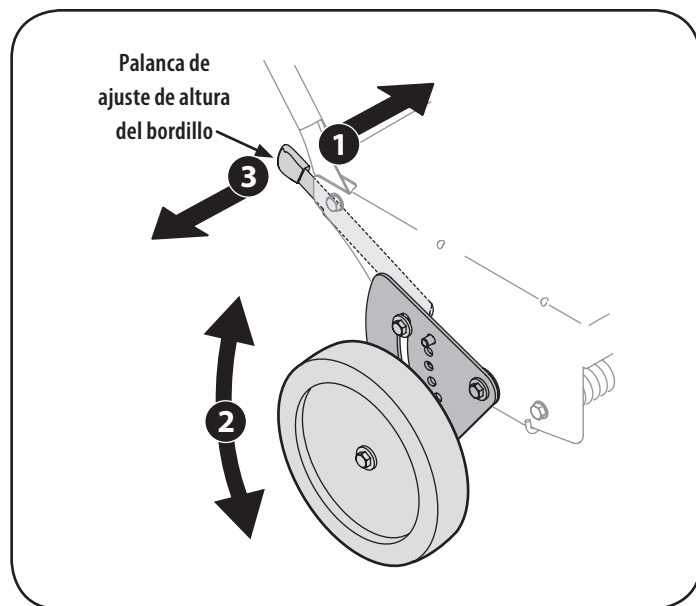

Figura 10
1. Baje la rueda posterior derecha moviendo la palanca de ajuste de la altura del bordillo ligeramente a la izquierda. Vea la Figura 10.